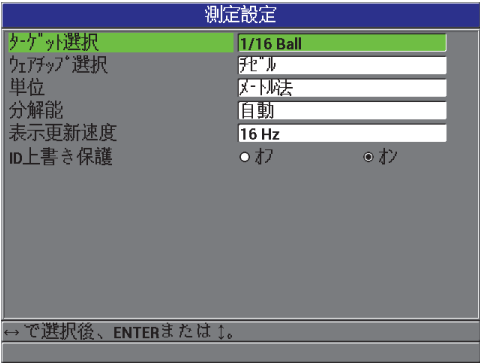

図 6-1 測定設定画面
1. 測定画面で、[設定メニュー]を押してから、測定を選択し測定設定画面を表示します（100 ページ図 6-1 参照）。